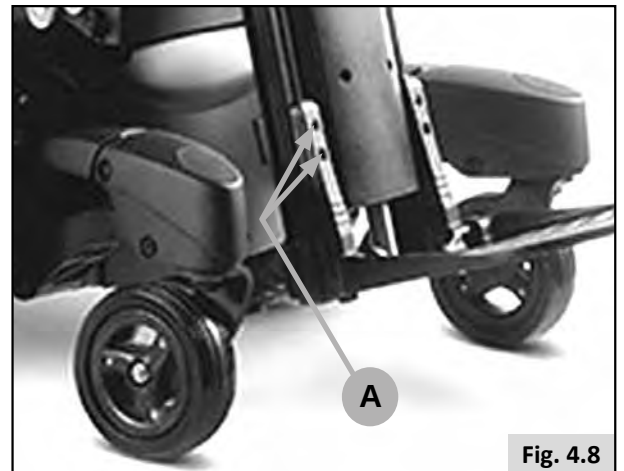

Fig. 4.8
- Maak de 2 bouten los met een 5 mm inbussleutel (A-Fig. 4.8).